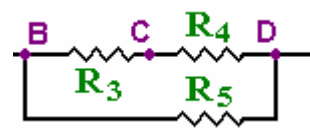

Fig. 5
3. Si tenemos grupos o bloques serie que además están en paralelo con otros elementos primero hay que resolver la serie (Ver fig 5).
De la misma manera vemos en la fig. 5 una versión modificada de la anterior.